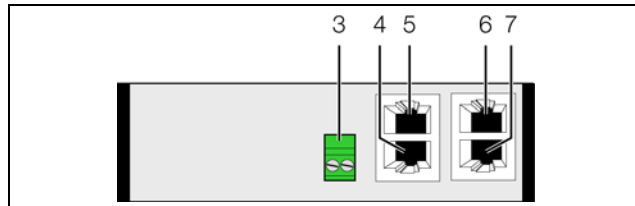

Рис. 9: Задняя сторона CAN-Bus DRC
- Подключите выход 24 В (прямое подключение) блока питания (DK 7030.060) к соответствующему входу на блоке CAN-Bus (рис. 9, поз. 3).
Вышеуказанные обозначения "левый" и "правый" относятся к виду на прибор сзади (рис. 9).
- Подключите блок СМС-ТС "RFID-контроллер" (7890.500) к соответствующему разъему (рис. 9, поз. 4).
- Соедините блок CAN-Bus DRC кабелем CAN-Bus с интерфейсом CAN-Bus Процессорного блока СМС III или с соседним компонентом в шине CAN-Bus (рис. 9, поз. 6).